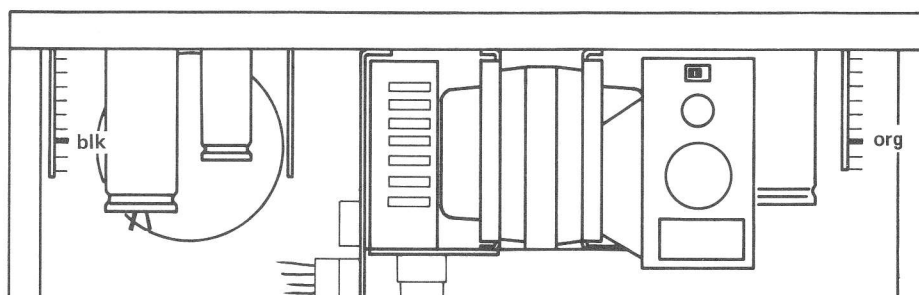

Fig. 5.2.— 4
- Ein Universalinstrument (mindestens 20'000 Ohm/VDC an Testpunkt TP 1 auf der Capstansteuerung 1.067.234/235 anschliessen (siehe Fig. 5.2 - 1).
- Connect multimeter (at least 20'000 Ohm / VDC to TP 1 on the capstan speed control board (see figure 5.2. - 1).
- Linke Bandzugwaage: Potentiometer R 3 (Fig. 5.2. — 2) so verstellen bis der Abstand a_1 von Oberkante der Tastenschiene bis zum Fühlerarm 46 mm beträgt.
- Rechte Bandzugwaage: Potentiometer R 3 (Fig. 5.2. — 3) so verstellen bis der Abstand a_2 von Oberkante der Tastenschiene bis zum Fühlerarm 50 mm beträgt.
- Left-hand tape tension sensor: Adjust potentiometer R 3 (fig. 5.2. — 2) to obtain a position of the guide roller so that distance " a_1 " equals 46 mm.
- Right-hand tape tension sensor: Adjust potentiometer R 3 (fig. 5.2. — 3) to obtain a position of the guide roller so that distance " a_2 " equals 50 mm.
- Palpeur gauche: régler le potentiomètre R 3 (Fig. 5.2. — 2) jusqu'à l'obtention d'un écart de 46 mm. Entre la partie supérieure du rail de guidage des touches et le palpeur.
- Palpeur droit: régler le potentiomètre R 3 (Fig. 5.2. — 3) jusqu'à l'obtention d'un écart de 50 mm. Entre la partie supérieure du rail de guidage des touches et le palpeur.
- Zwei-Kanal Oszilloskop anschliessen (Fig. 5.2. — 4):
- Connect double beam oscilloscope with channel 1 to pin 8 (orange wire, fig. 5.2. — 4) on the spooling motor control A 8 (supply side).
- Brancher un oscilloscope double trace (Fig. 5.2. — 4): 1er canal, sur le point 8 (fil orange) du print de régulation A 8 (débiteur), 2ème canal, sur le point 8 (fil noir) du print de régulation A 10 (récepteur).
— Im beleuchtetem Zustand muss am Punkt (A) (QP-END) eine Gleichspannung von 4,5 V sein (Fig. 5.2. — 5). Messung mit einem Universal-Instrument mit mind. 20.000 Ohm/VDC.
— Auf Laufwerk-Steuerung 1.067.230 (1): Widerstand R 9 von 33 k verkleinern bis die Spannung am Punkt (B) unter 300 mV sinkt (Fig. 5.2. — 5).
— Auf Laufwerk-Steuerung 1.067.230 (1), (2): Am Potentiometer R 69 die Spannung am Punkt (B) unter 300 mV einstellen (Fig. 5.2. — 5).
— Under illumination, point (A) (QP-END) must carry a DC potential of 4,5 V (fig. 5.2. — 5). Voltage readings are to be taken with a multimeter of at least 20'000 Ohm/VDC.
— On tape transport control circuit 1.067.230 (1): reduce R9 from 33 kOhm until the voltage at point (B) drops to below 300 mV (fig. 5.2. — 5).
— On tape transport control circuits 1.067.230 (1) / (2): adjust potentiometer R69 until reaching a voltage of less than 300 mV at (B) (fig. 5.2. — 5).
— Lorsque la cellule est éclairée, vous mesurez au point (A) (QP-END) une tension continue de 4,5 V (Fig. 5.2. — 5). La mesure est effectuée avec un voltmètre universel de 20000 Ω /VDC.
— Sur le circuit de commande 1.067.230 (1): réduire la valeur de la résistance R 9 de 33 k jusqu'à ce que la valeur mesurée au point (B) atteigne 300 mV (Fig. 5.2. — 5).
— sur le circuit de commande 1.067.230 (1) / (2): régler la tension en dessous de 300 mV à l'aide du potentiomètre R 69 (point (B) Fig. 5.2. — 5).